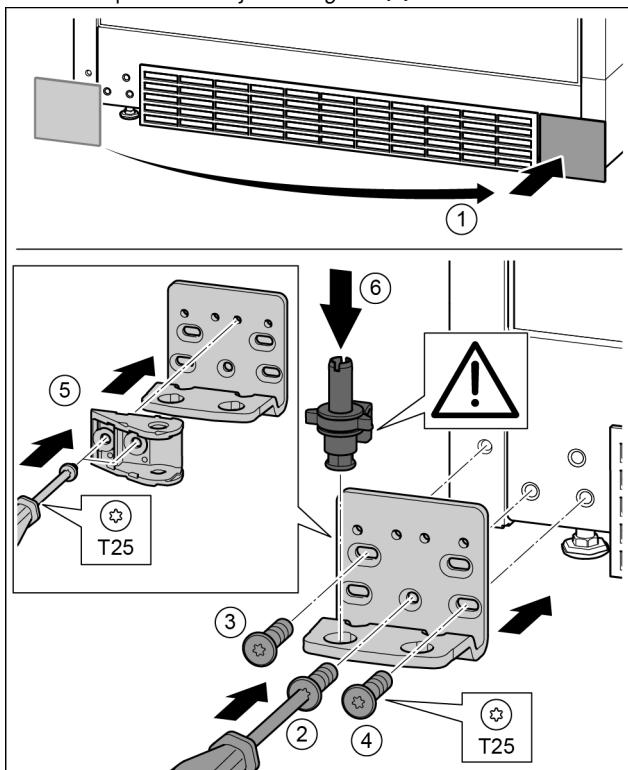

Fig. 31
- Retire la cubierta y colóquela en el otro lado. Fig. 31 (1)
- Coloque el soporte de cojinete en el otro lado y atornílelo con la ayuda de un destornillador T25. Comience por el tornillo 2 en la parte inferior central. Fig. 31 (2)
- Atornille los tornillos 3 y 4. Fig. 31 (3, 4)
- Gire 180° la conexión de amortiguador de cierre. Atorníllela en el otro lado del soporte de cojinete con el destornillador T25. Fig. 31 (5)
- Coloque el perno de cojinete completo. Preste atención a que el saliente de retención esté orientado hacia detrás. Fig. 31 (6)